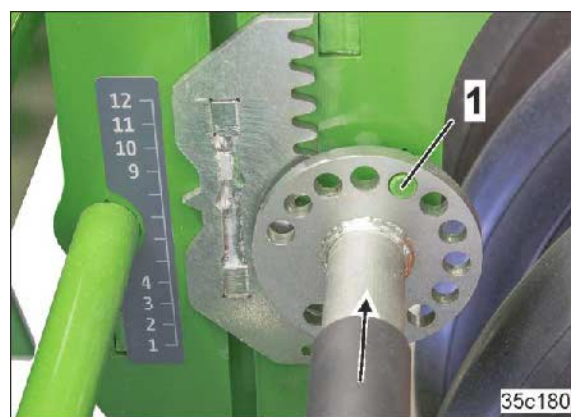

Fig. 127
4. Une fois le processus de réglage terminé, la denture de blocage doit s'enclencher complètement (Fig. 127/1).